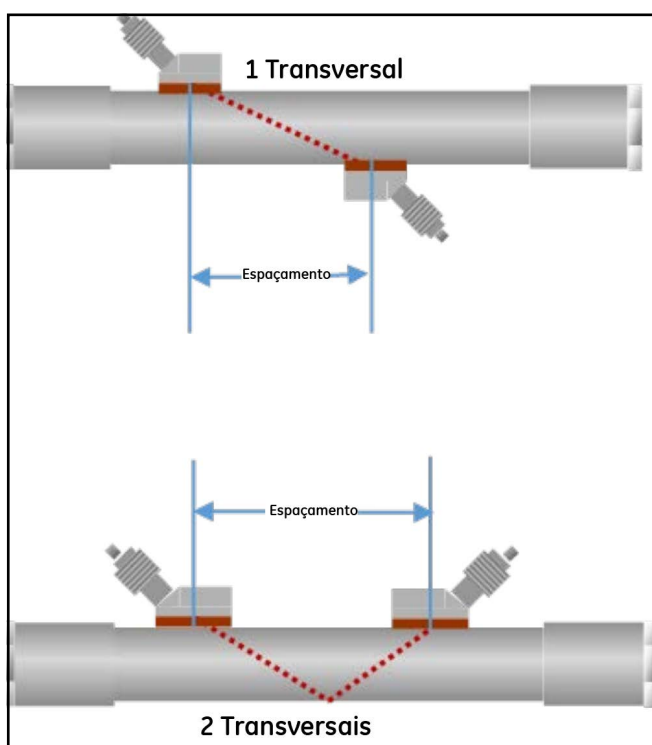

Figura 49: Espaçamento
3. O **[Espaçamento]** mostra o valor calculado pelo XMT1000 para a distância correta entre os transdutores a montante e a jusante, com base no transdutor, fluido e dados de tubo programados. Este é o valor do espaçamento físico que deve ser utilizado quando instalar o seu transdutor numa configuração não intrusiva no tubo (ver *Figura 49*). Quando sair do menu **[Canal x]**, o medidor apresentará uma mensagem que indica que será necessário ajustar o espaçamento físico entre transdutores para o valor calculado pelo XMT1000.